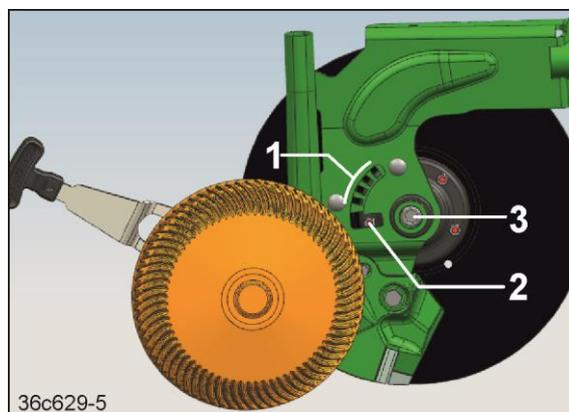

Fig. 268
1. Den Ansatz des Hebels über die Lochgruppe (Fig. 268/1) hinweg in dem Langloch (Fig. 268/2) einrasten.
2. Die Tiefenführungsscheibe/rolle im Langloch (Fig. 268/2) soweit verschieben, bis die Tiefenführungsscheibe/rolle vom Verschluss (Fig. 268/3) freikommt.
1. Die Tiefenführungsscheibe/rolle auf den Verschluss (Fig. 268/3) aufstecken. Dabei fasst der Ansatz in das Langloch (Fig. 268/2) des Schar.
2. Die Tiefenführungsscheibe/rolle im Langloch (Fig. 268/2) soweit verschieben, bis die Tiefenführungsscheibe/rolle im Verschluss einrastet. Ein leichter Schlag auf den Scheibenmittelpunkt erleichtert das Einrasten.
3. Den Ansatz mit Hilfe des Hebels aus dem Langloch ziehen und in die erforderliche Bohrung (Fig. 268/1) stecken.